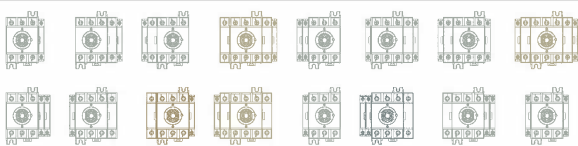

图30 附件极/辅助触头配套示意图
7.2.5 附加辅助触头/附加第四极安装：如图30、31所示